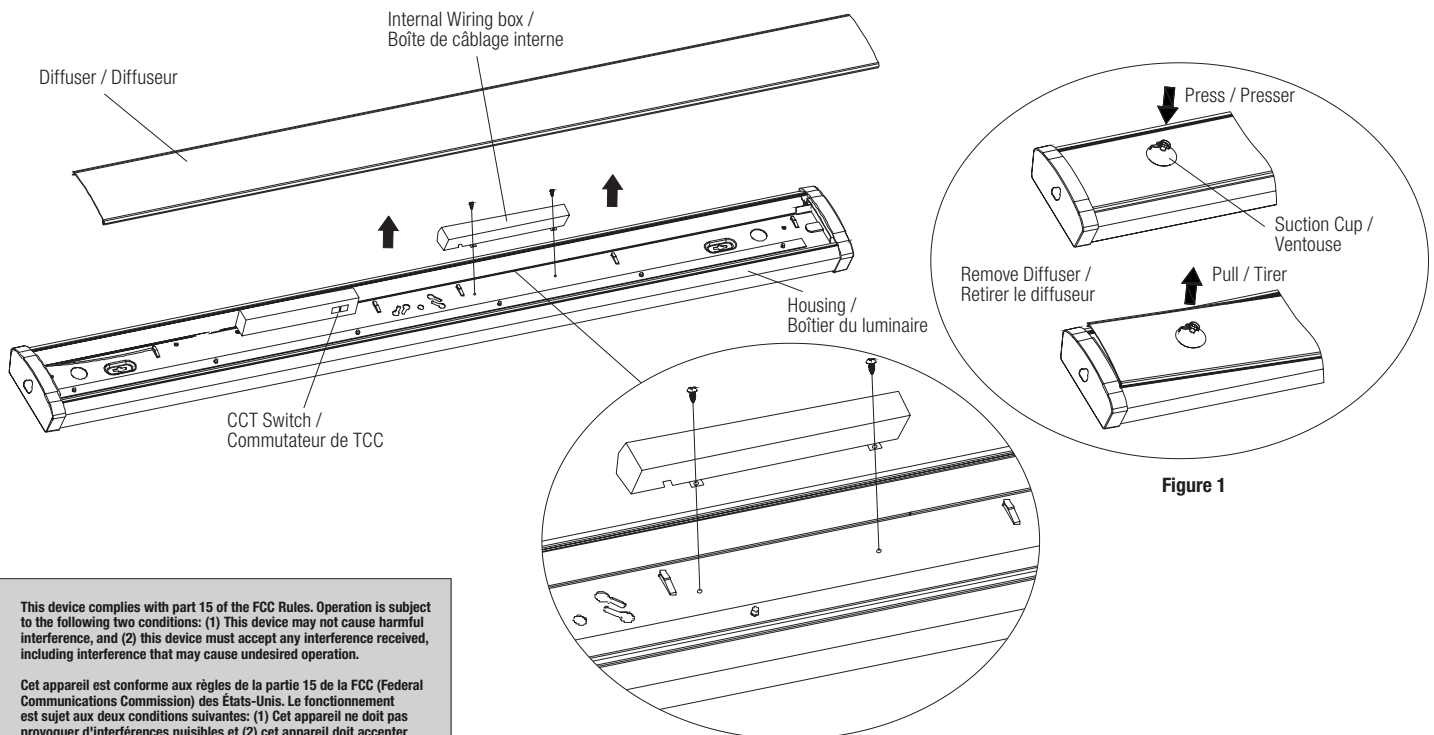

Figure 1
1. Remove the diffuser. Use the included suction cup to attach to one side of the diffuser, then pull the suction cup to detach the diffuser from the luminaire housing (Fig. 1).
1. Retirer le diffuseur. Utiliser la ventouse fournie en la fixant sur un côté du diffuseur, puis tirer sur la ventouse afin de détacher le diffuseur du boîtier du luminaire (Fig. 1).